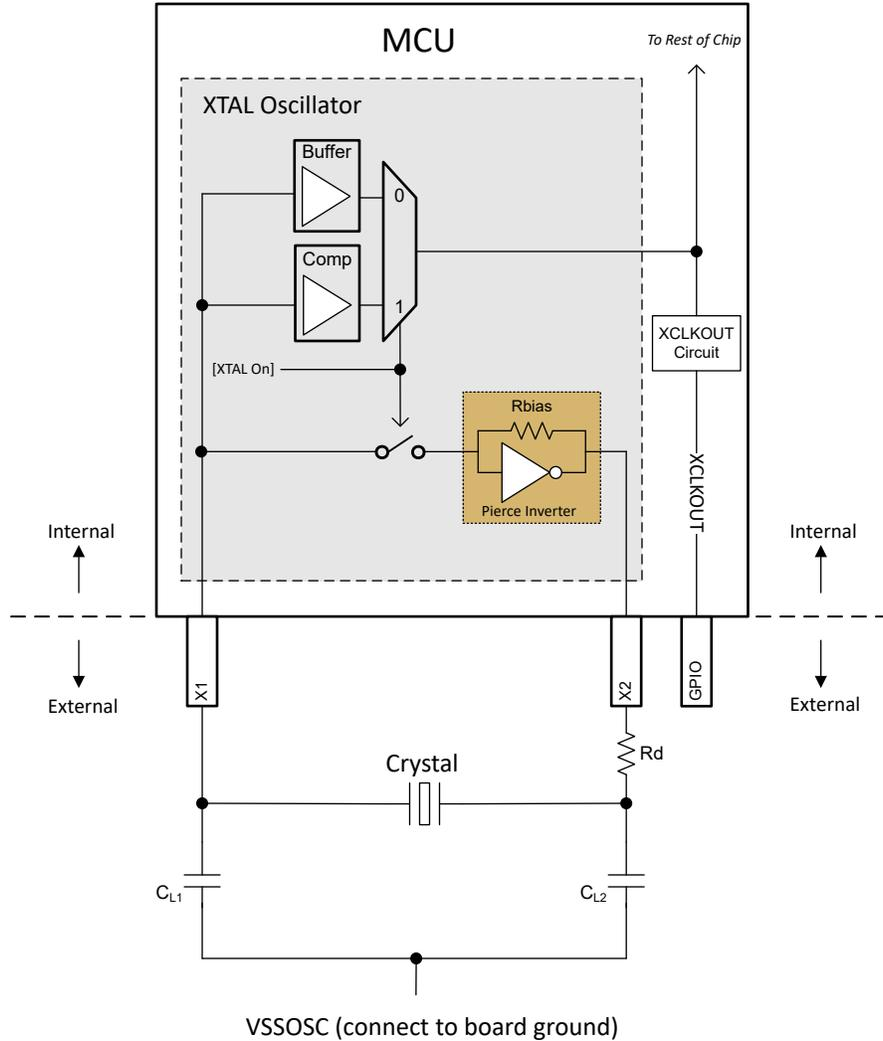

图 6-12. 电子振荡器方框图
该器件中的电子振荡器是皮尔斯振荡器。它是一个正反馈逆变器电路，需要一个调优电路才能振荡。当这个振荡器与一个兼容的晶体配对时，会形成振荡电路。该振荡电路在晶体的基频处振荡。在该器件上，由于分流电容器 (C0) 和所需的负载电容器 (CL)，振荡器被设计成在并联谐振模式下运行。图 6-12 所示为电子振荡器和振荡电路的元件。
根据图 6-12，CL1 和 CL2 是串联的；因此，要找到晶体看到的等效总电容，必须应用电容串联公式：如果 $CL1 = CL2$ ，只需计算 $[CL1]/2$ 即可。